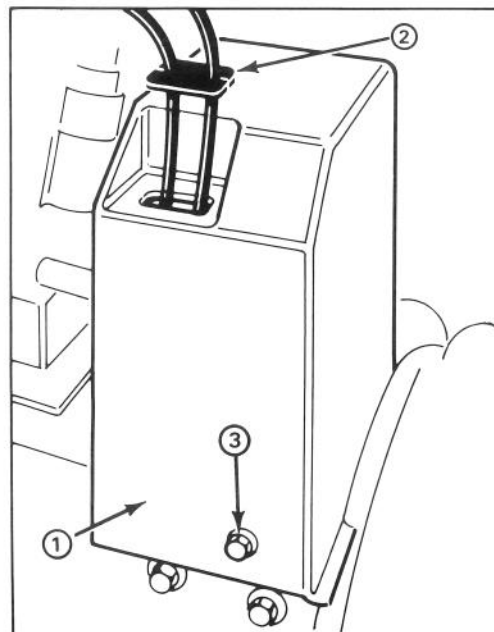

Abbildung 20
1. Die drei (3), die Riemenabdeckung am Motorrahmen befestigenden Kopfschrauben entfernen und die Abdeckung auf den Kabeln nach oben schieben (Abb. 20).